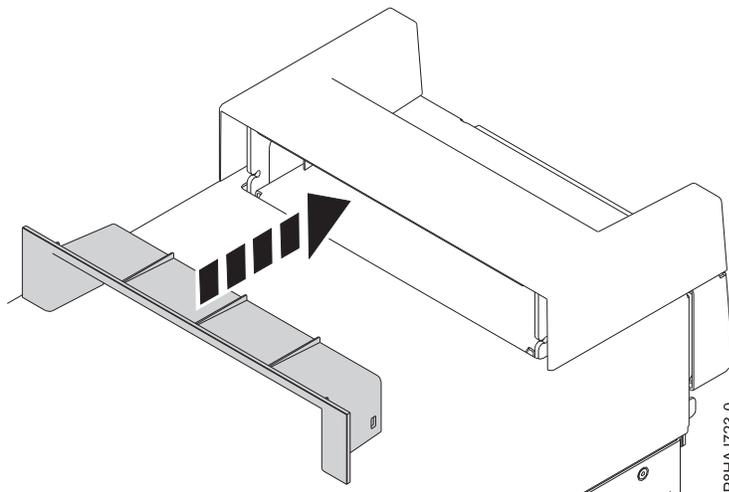

Abbildung 39. Einsetzen des Elements innerhalb der Griffabdeckung bei einem Standalone-System vom Typ 8286-41A
2. Setzen Sie das Element innerhalb der Griffabdeckung ein, indem Sie es fest in die Griffabdeckung drücken (siehe Abb. 39).